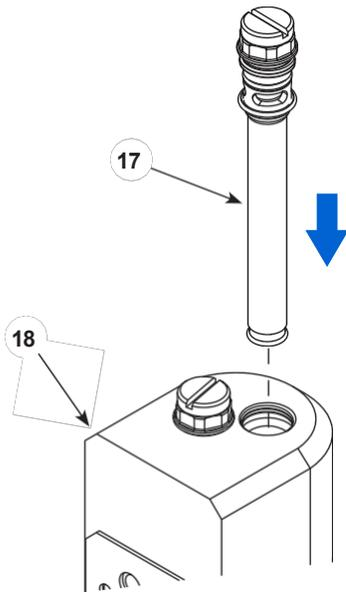

Figura 26 Fije los tubos de fluidización al colector
- Véase la figura 26. Inserte el tubo de fluidización montado (17) en la parte superior del colector de purga (18). Ajuste bien los tubos al colector .